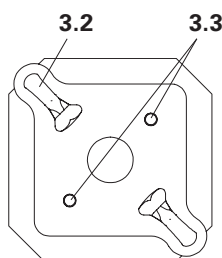

Fig. A2.19a
1. Mettere MULTIPROP MP (1) sulla base MP 50 (3).
2. Le spine di centraggio (3.3) si inseriscono nei fori della piastra base (1.8) o piastra di testa (1.9) di MULTIPROP MP (1). (Fig. A2.19a)